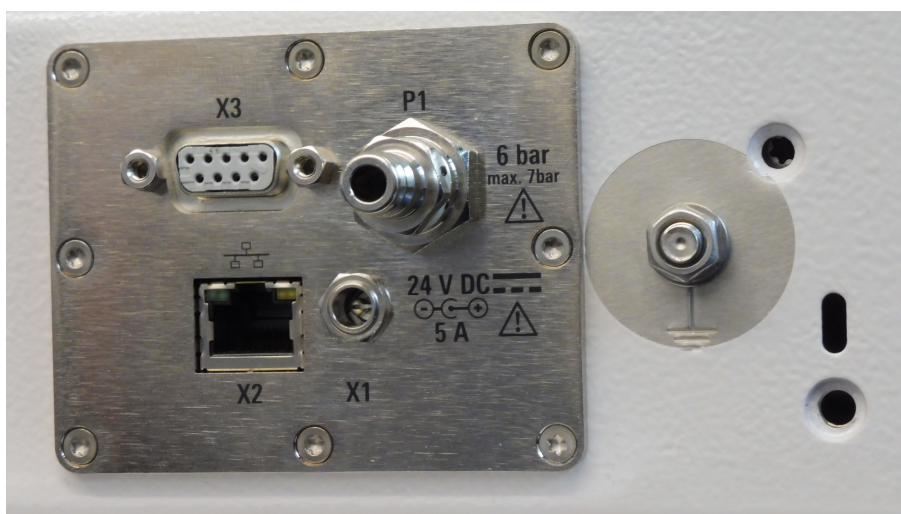

Рис. 6-6: Панель питания и управления
Быстроразъемный штуцер [P1](см. рис. 6-6) поставляется с дополнительным нажимно-вытяжным адаптером для пневматического шланга диаметром 6 мм.
1. Для дистанционного управления через **последовательный порт** следует подключить кабель RS-232 от имеющейся системы управления к 9-контактному разъему D-Sub (см. **[X3]** на рис. 6-6).
- Для дистанционного управления через **Ethernet** следует подключить кабель LAN от имеющейся системы управления к разъему RJ45 (см. [X2] на рис. 6-6). Можно использовать кабель LAN произвольной длины. Сведения о конфигурации сети Ethernet см. в пункте "Настройка конфигурации сети LAN" на стр. 38.